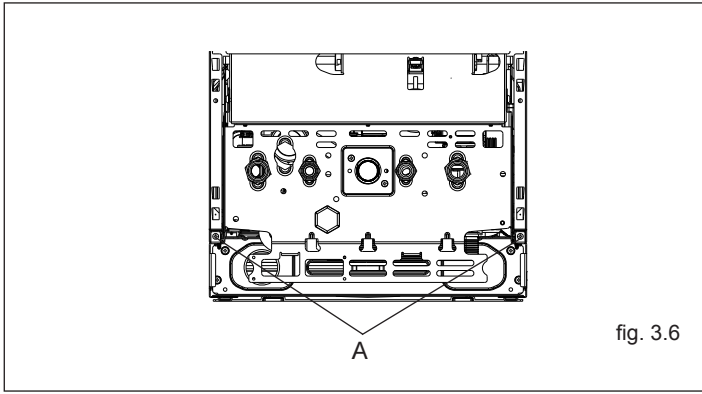

fig. 3.6
- svitare le viti (A) di fissaggio del mantello (fig. 3.6)